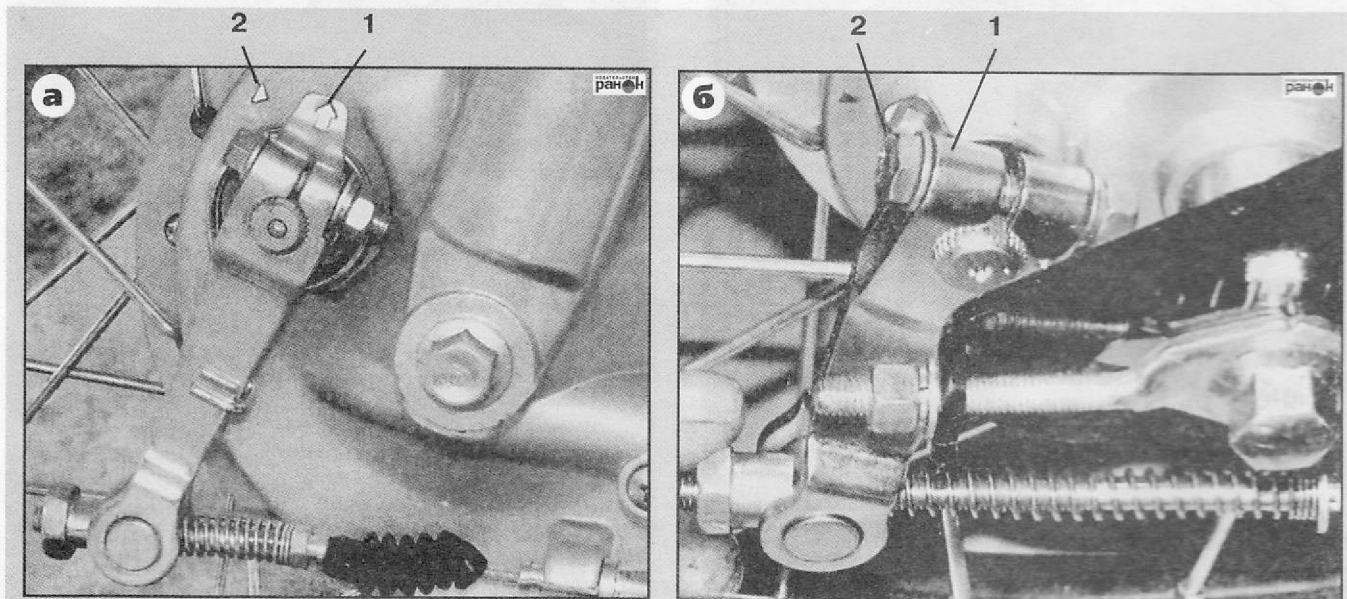

Рис. 35. Расположение меток износа тормозных колодок (а - переднего колеса; б - заднего колеса): 1 - метка на тормозном рычаге; 2 - метка на тормозном барабане
и тормозном барабане (рис. 35). С новыми тормозными колодками метки должны располагаться, как показано на рис. 35. Совмещение меток указывает на необходимость замены тормозных колодок.
- открутив гайку крепления, вынуть шпильку колеса (рис. 35);